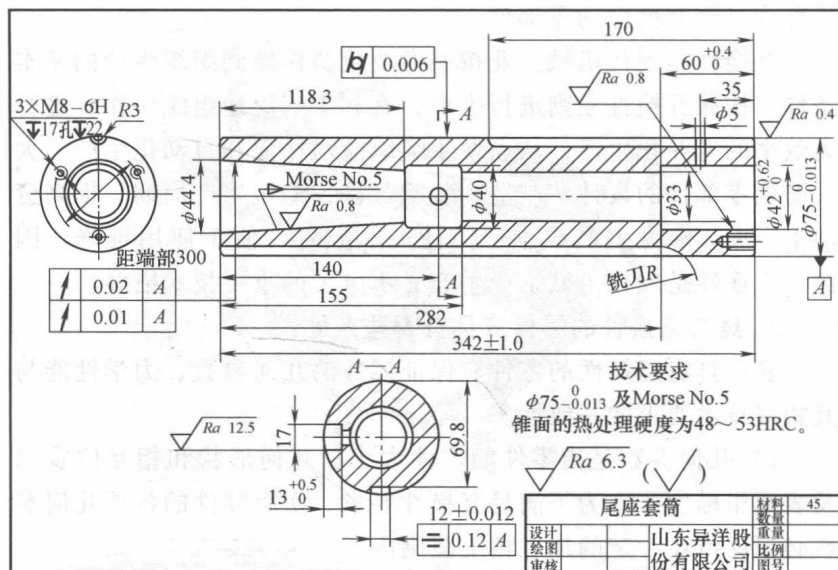

图2 零件图
加工精度是指零件加工后,所得到的实际尺寸、几何形状及其相互位置的准确程度。对零件加工精度的要求,通常是由设计者根据零件的功能要求提出的,并按照国家标准规定,确切地标注在零件图上,如图2所示。因此,具有互换性的零件,必须符合图样上所提出的各项加工精度要求。
① 尺寸精度是指零件加工后所得到的实际尺寸准确程度。它是由图样中给出的尺寸公差来控制的。图2中所标注的 $\phi 75_{-0.013}^0 \text{mm}$ 、 $\phi 42_{+0}^{+0.62} \text{mm}$ 和 $(12 \pm 0.012) \text{mm}$ 等,都表示相应尺寸的公差要求。互换性虽要求尺寸的一致性,但并不是要求零件都准确地制成一个指定的尺寸,而只是要求控制在某一合理的范围内,该范围既要保证相互结合的尺寸之间形成一定的配合关系,以满足不同的使用要求,又要在制造上是经济合理的。
② 几何形状精度是指零件加工完成后所得到的实际形状相对于理想形状的准确程度。它是由图样上给出的几何公差来控制的。图2所示圆柱度公差 0.006mm ,表示对图中 $\phi 75_{-0.013}^0 \text{mm}$ 圆柱表面形状精度的要求。
③ 相互位置精度是指零件加工完成后，所得到的各要素之间实际位置相对其理想位置的准确程度。它是由图样上给出的方向公差、位置公差和跳动公差来控制的。图2所示 $\phi 44.4\text{mm}$ 锥孔径向圆跳动公差表示：在圆锥孔内插入检验棒检查其对 $\phi 75_{-0.013}^0\text{mm}$ 圆柱面的轴线径向圆跳动误差时，在锥孔端部其误差不大于 0.01mm ，在距端部外伸 300mm 处误差不大于 0.02mm 。
④ 表面粗糙度是指零件微观不平整程度。它是由图样上给出的表面粗糙度符号所规定的要求来控制的。图2所示 $\sqrt{Ra 0.4}$ 、 $\sqrt{Ra 0.8}$ 、 $\sqrt{Ra 6.3}$ ，分别表示对该零件外圆表面、内锥孔表面及其他未注表面的表面粗糙度要求。
2) 力学性能是指零件的物理性能参数。零件的材质及热处理、表面处理状况直接影响着零件的强度、硬度和弹性等物理性能。若零件仅满足上述几何参数精度要求，虽可实现装配互换，但不能保证零件使用功能的要求。图2所示尾座套筒，图中规定该零件应采用优质碳素结构钢——45钢制作，并经热处理使其